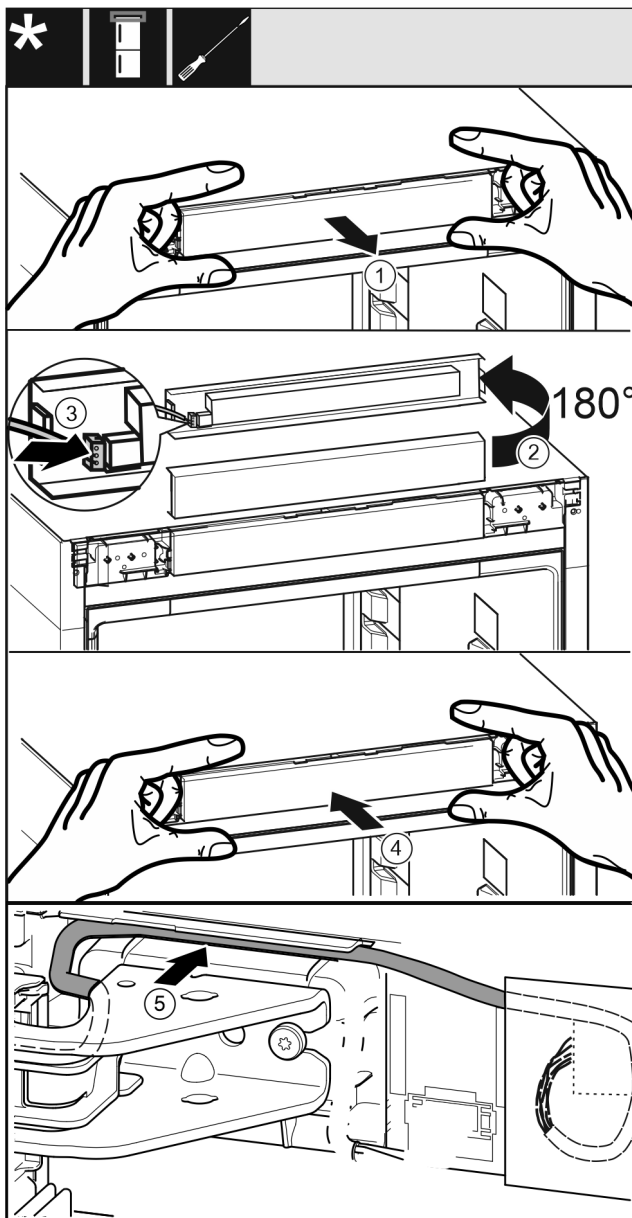

Fig. 43
- Oprezno izvucite masku za rukovanje. Fig. 43 (1)
- Okrenite masku za 180° prema gore. Fig. 43 (2)
- Uglavite utikač na masku s upravljačkim dijelom. Fig. 43 (3)
- Masku za rukovanje ponovo uglavite na uređaju. Fig. 43 (4)
- Oprezno položite sivi kabel u vodilicu iznad gornjeg podloška ležaja. Fig. 43 (5)